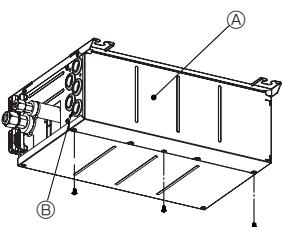

Fig. 8-1
- 1. Verwijder de schroeven in de afdekkap. (Fig. 8-1)